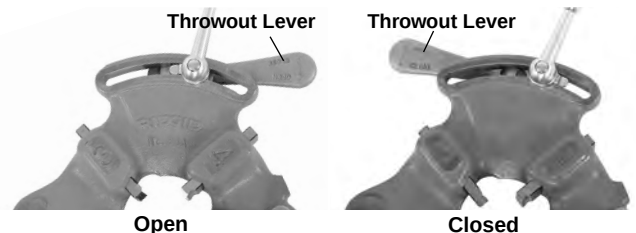

Figure 2 – Open/Closed Lever Position
2. Move throwout lever to OPEN position (Figure 2).
2. Ouvrez le levier de butée (Figure 2).